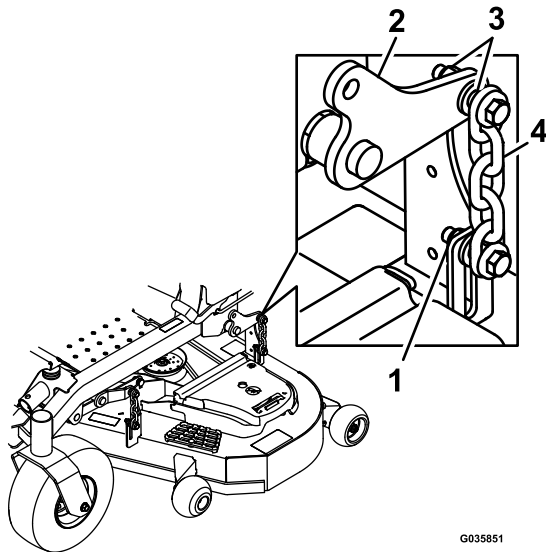

Bild 78
14. Lösen Sie die Sicherungsmuttern (Bild 78) an allen vier Ecken und stellen Sie sicher, dass das Mähwerk fest auf allen vier Blöcken sitzt.